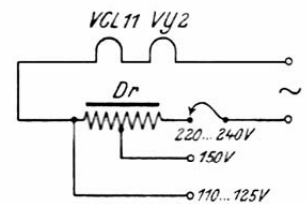

Bild 2. Die umschaltbare Drossel im Heizkreis für verschiedene Netzspannungen.
Der mit einer Drossel bestückte Heizkreis für den DKE ist aus Bild 2 ersichtlich. Der Vorteil der Drossel gegenüber einem Kondensator besteht darin, daß sie für alle Spannungen verwendbar ist. Während bei 220 Volt die gesamte Drossel angeschlossen bleibt, ist bei einer Spannung von 150 Volt nur eine Anzapfung notwendig, die den Blindwiderstand entsprechend der niedrigeren Spannung herabsetzt. Nach Gleichung (4) bedeutet das auch, daß mit abnehmender Netzspannung die Induktivität kleiner wird. Bei der Verwendung eines Kondensators sind die Größenverhältnisse gerade umgekehrt. Aus der Formel $C = \frac{1}{\omega \cdot R_C}$ ist zu er-